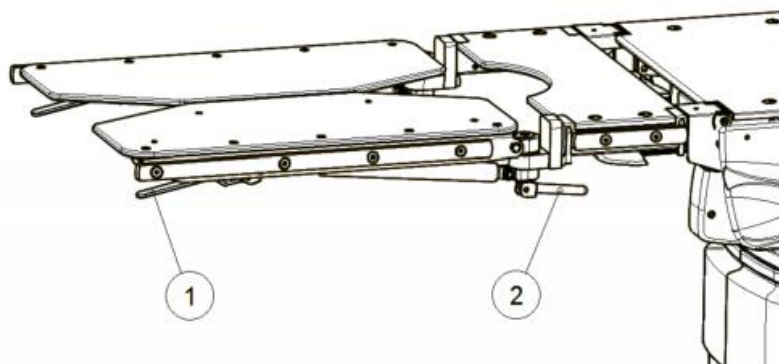

Рисунок 25: Настройка раздельной ножной секции
Раздельная ножная секция настраивается вертикально с помощью пневмо-пружинного механизма посредством нажатия на регулировочный рычаг (Рисунок 25 (1)). Диапазон настраиваемых углов – +27°...-90°. Отпустите рычаг, чтобы заблокировать раздельную ножную секцию в желаемом положении.
Раздельная ножная секция настраивается горизонтально путем открытия затягивающего рычага (Рисунок 25 (2)) и вращения секции в желаемое положение. Настройка позволяет отведение ноги на 90°. Затягивающий рычаг открыт, когда он направлен вниз. Для блокировки раздельной ножной секции поверните рычаг в сторону подъемной колонны.